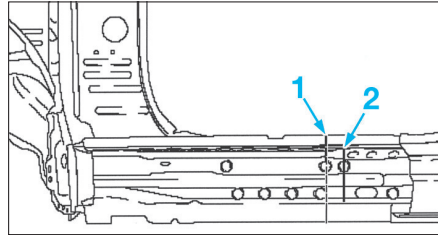

FIG. 55
• Désolidariser le renfort (1) et (2) par perçage (Fig.55).